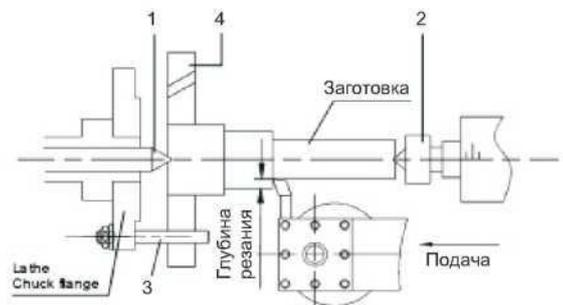

Рисунок 19
10.3 Обработка в центрах (рисунок 19)